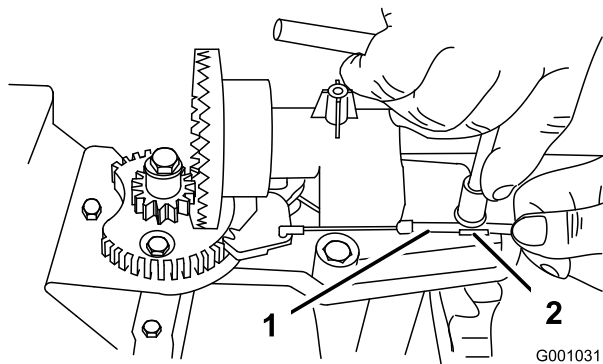
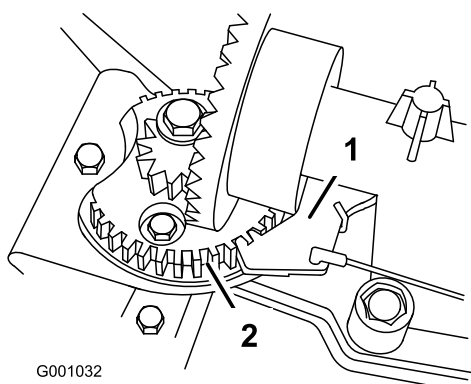

Рисунок 48
Рисунок 49
- Ослабьте затяжку болта на хомуте кабеля (Рисунок 48).
- Захватите кабельный трубопровод и перемещайте его по направлению к передней части машины до тех пор, пока фиксатор желоба не войдет полностью в зацепление с зубчатой передачей редуктора (Рисунок 48 и Рисунок 49).
Примечание: Фиксатор подпружинен, и под действием пружины стремится войти в зацепление с шестерней редуктора (Рисунок 49).